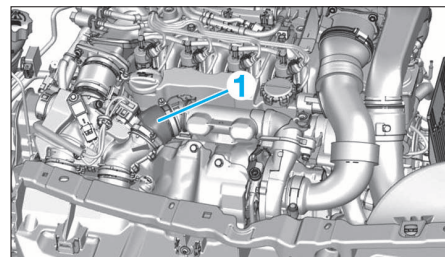

FIG. 69
- Désaccoupler le conduit d'air (1) (Fig.69).